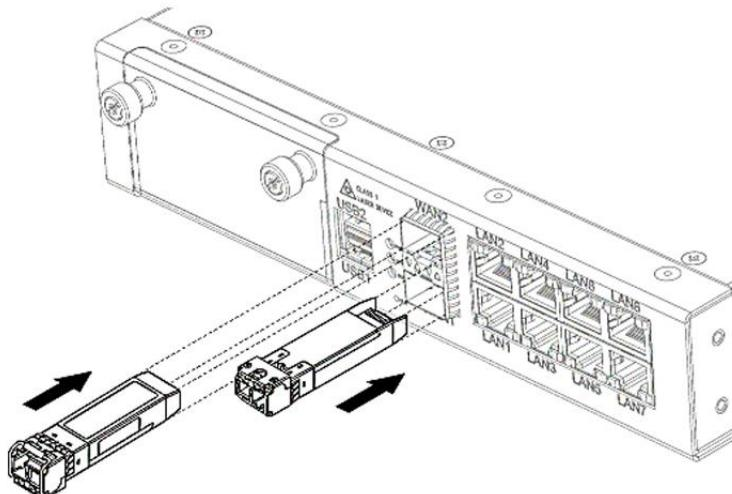

Рисунок 38 – Установка SFP-трансиверов в слоты изделия
- установка SFP-трансиверов в верхний встроенный слот изделия осуществляется защелкой (этикеткой) вверх, а в нижний слот защелкой вниз (Рисунок 38);